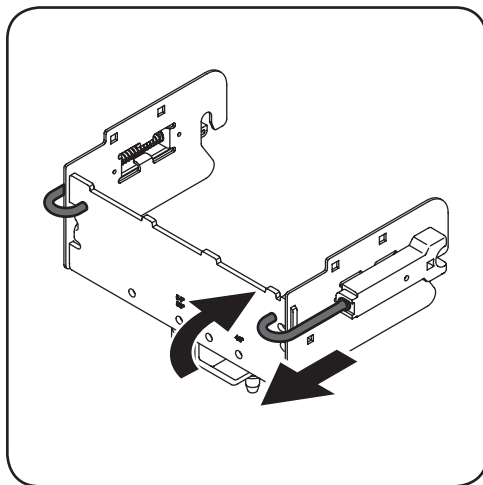

Figure 1-4
2. Tirez sur les goupilles en J des loquets, puis tournez-les vers l'intérieur pour les accrocher sur le support arrière. Voir Figure 1-4.